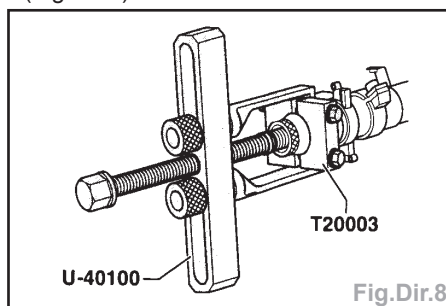

Fig.Dir.8
- Extraire la bague d'adaptation de la dentelure multiple à l'aide de l'extracteur U-40100 et de la plaque d'appui T20003 (Fig.Dir.8).